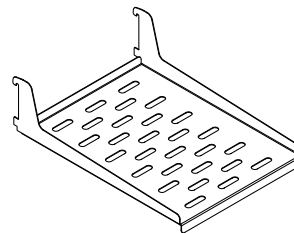

Figura 15
- (1) Estante de chapa metálica perforada (vea la Figura 15).